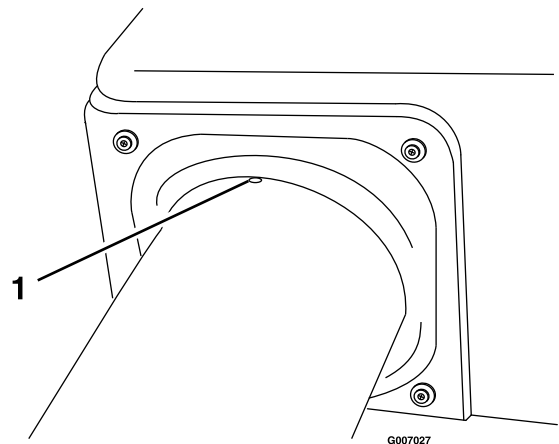

Figura 18
- Alinee el resalte del tubo superior con el extremo de la junta de la tolva y céntrelo entre los 2 tornillos (Figura 18).